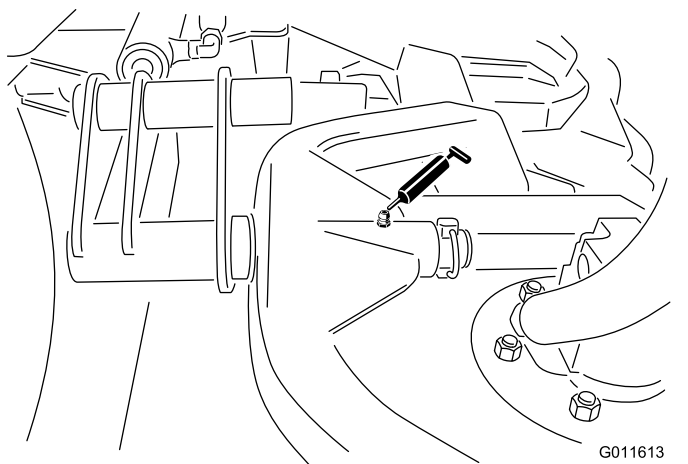

Figura 31
- Perno orientabile del telaio portante degli apparati di taglio (1 ciascuno) - Figura 31